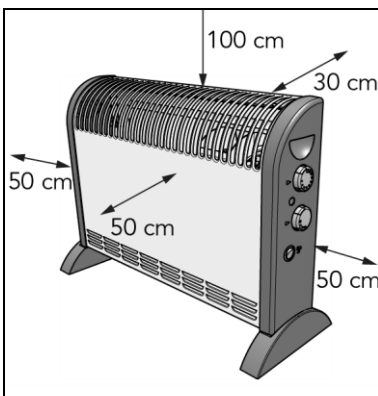

Figure 6
6. Placez l'appareil en respectant un dégagement minimal (figure 6) de :